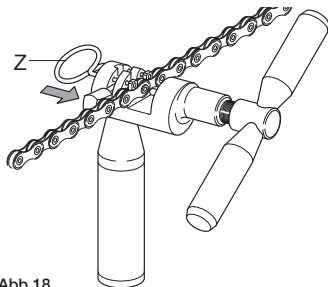

Abb.18
- Sperren Sie das Kettenglied mit der entsprechenden Sperrvorrichtung (Z - Abb. 18).